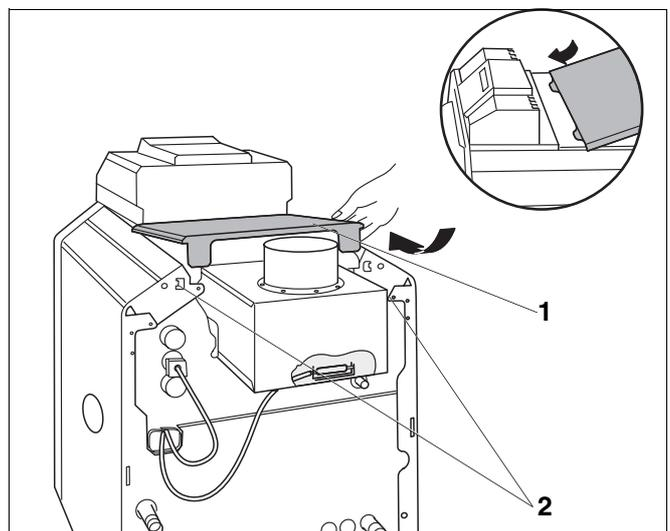

Abb. 19 Heizkessel und Regelgerät schließen
- Hintere Kesselhaube (Abb. 19, **Pos. 1**) mit den Laschen unter die vordere Kesselhaube schieben und hinten nach unten drücken (Abb. 19).
- Hintere Kesselhaube mit den Kesselseitenwänden (Abb. 19, **Pos. 2**) verschrauben.